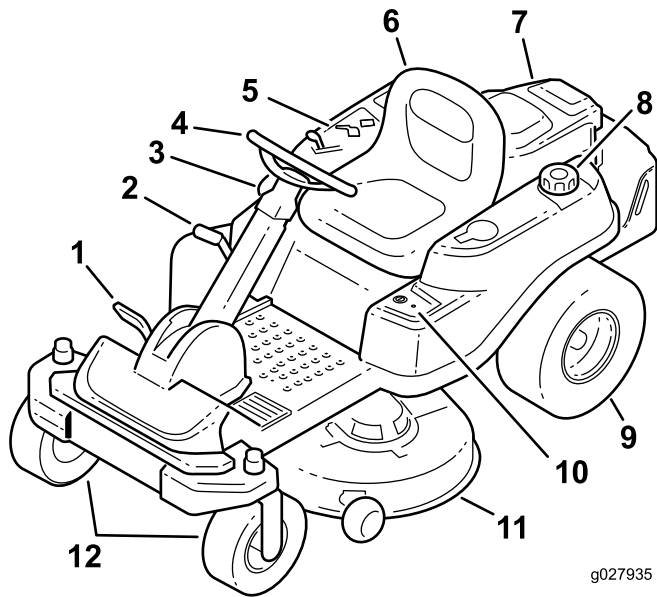
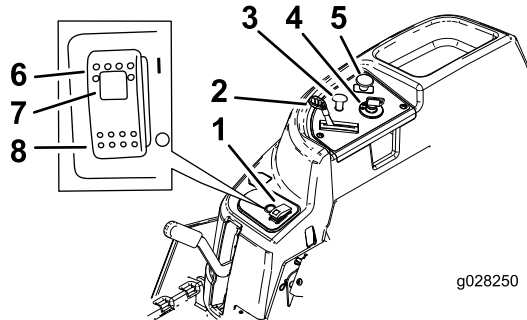

Bild 4
Bild 5
Machen Sie sich mit allen Bedienelementen in Bild 4 und Bild 5 vertraut, bevor Sie den Motor anlassen und die Maschine bedienen.
Die Zündung hat drei Stellungen: Off (Aus), Run (Lauf) und Start. Der Schlüssel geht auf die Start-Stellung und dann beim Loslassen auf die Run-Stellung. Wenn Sie den Schlüssel in die Aus-Stellung drehen, wird der Motor abgestellt. Ziehen Sie den Schlüssel immer ab, wenn Sie die Maschine unbeaufsichtigt lassen, damit der Motor nicht aus Versehen von jemandem angelassen wird (Bild 5).
Lassen Sie einen kalten Motor mit Choke an. Ziehen Sie das Choke-Handrad heraus, um es zu aktivieren. Drücken Sie den Choke herein, um ihn zu deaktivieren (Bild 5).
Der Gasbedienungshebel ist stufenlos zwischen SCHNELL und LANGSAM verstellbar. Bei einer nach vorne geschobenen Gasbedienung wird die Motordrehzahl erhöht, bei einer nach hinten geschobenen Gasbedienung wird die Motordrehzahl verringert (Bild 5).
Mit dem Zapfwellenantriebsschalter kuppeln Sie die Schnittmesser ein oder aus (Bild 5).
- Drücken Sie den SmartPark™-Schalter in die EIN-Stellung (Bild 5).